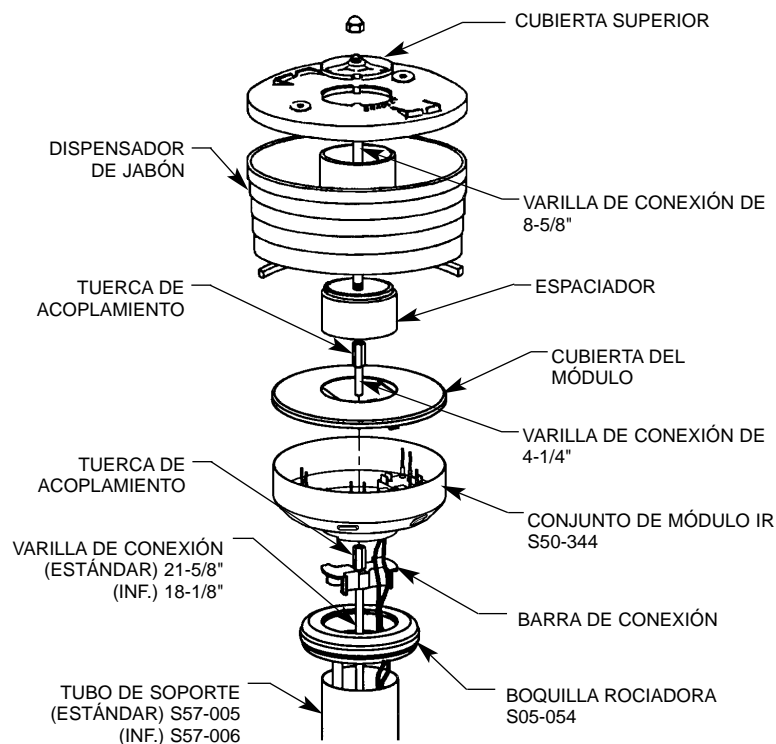

Figura 7
- PARA LAS UNIDADES CON OPCIÓN DE JABÓN, INSTALE EL ESPACIADOR, DISPENSADOR DE JABÓN Y CUBIERTA USANDO LA TERCERA VARILLA DE CONEXIÓN 8-5/8" DE LARGO Y LA SEGUNDA TUERCA DE ACOPLAMIENTO COMO SE MUESTRA (CONSULTE LA FIGURA 7). FIJE CON TUERCA CIEGA Y TORNILLO DE FIJACIÓN.